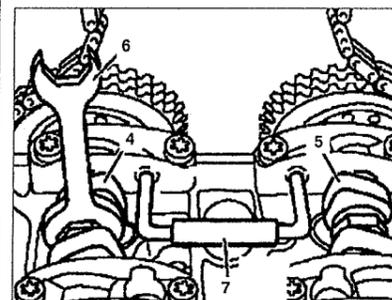

Рис. 2.19. Заблокируйте распределительные валы **4 и **5** блокирующим пальцем **7**.**
9. С помощью ключа **6** вращайте распределительные валы **4** и **5** до тех пор, пока не будет возможным вставить блокирующий палец **7** (см.рис.2.19). Заблокируйте распределительные валы **4** и **5** блокирующим пальцем **7**.